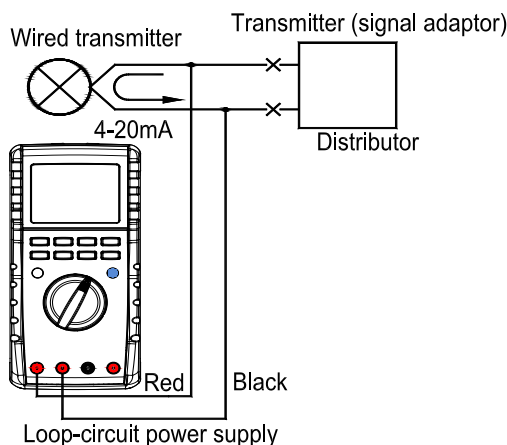

рис. 7
2. Красный коннектор измерительного провода установить в гнездо **mAV**, а другой (черный) в гнездо **COM** и подсоединить наконечники щупов к выходам RTD, как показано выше на рис. 7 (измерение **T**).
2. Установите **черный** коннектор во входное гнездо “mAV” а **красный** подключить к терминалу “LOOP” (рис. 7).
3. Подключите щупы соед. проводов к измеряемой цепи (рис. 7)..